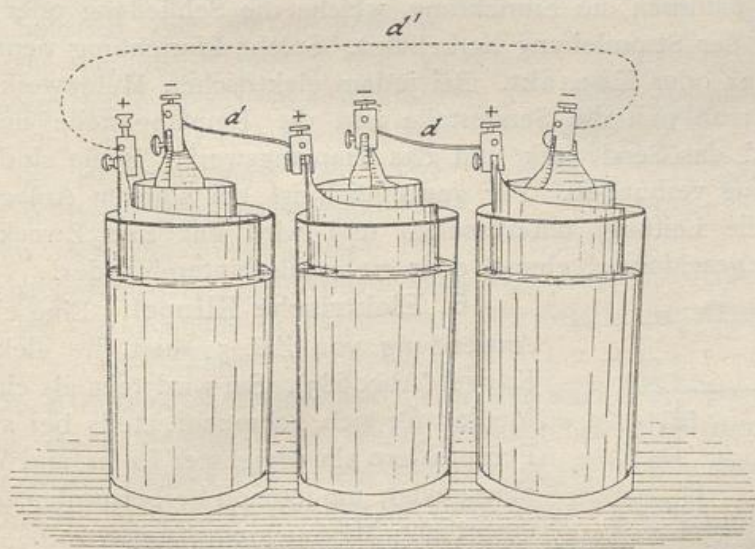

Abb. 681.
4. Galvanische Batterie. Für manche Zwecke ist der elektrische Strom eines Elementes genügend stark, für andere bedarf man einer Vermehrung der Elemente, um gute Wirkungen zu erzielen (z. B. Telegraph). Eine Reihe von gleichen galvanischen Elementen nennt man eine Kette oder Batterie (Abb. 681). Eine Batterie muß so zusammengestellt werden, daß immer der positive Pol (+) des einen Elementes mit dem negativen Pol (—) des Nachbarelementes verbunden wird (also hier Kupfer mit Zink, Kupfer mit Zink usw.). Die beiden übrigbleibenden Pole (äußere Pole) müssen dann, damit Strom entsteht, mit einem Draht (d') verbunden werden (punktiert), den man den äußeren Leitungsdraht nennt zum Unterschiede von den inneren Leitungsdrähten der Batterie (d). Man kann so zwei, drei und mehr Elemente zu einer Batterie zusammenstellen, je nach der beabsichtigten Stromstärke.